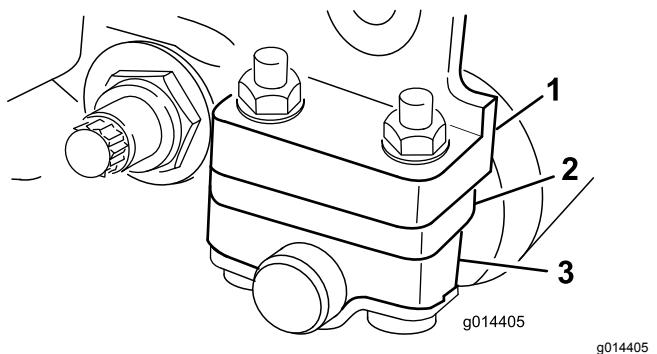
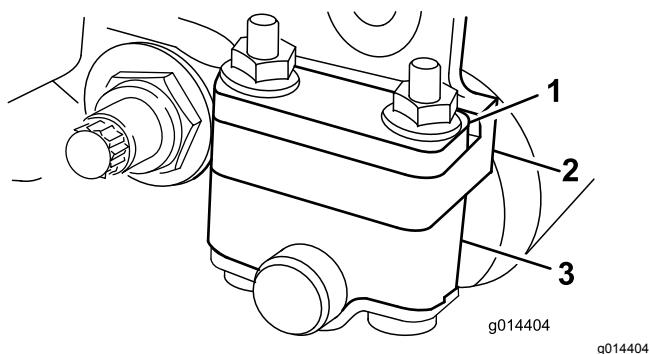

Figura 15
Figura 14
Dependendo do intervalo de altura de corte desejado, ajuste os suportes do rolo traseiro (Figura 14 ou Figura 15) para a posição inferior ou superior:
- Posicione o espaçador acima da flange de montagem da placa lateral (definição de origem) se as definições da altura de corte variarem entre 1,5 e 6 mm, como se mostra na Figura 14.
- Posicione o espaçador abaixo da flange de montagem da placa lateral quando as definições da altura de corte variarem entre 3 e 25 mm, como se mostra na Figura 15.
4. Coloque os distanciadores nos parafusos acima ou abaixo dos suportes do cilindro, consoante o necessário (Figura 14 ou Figura 15).